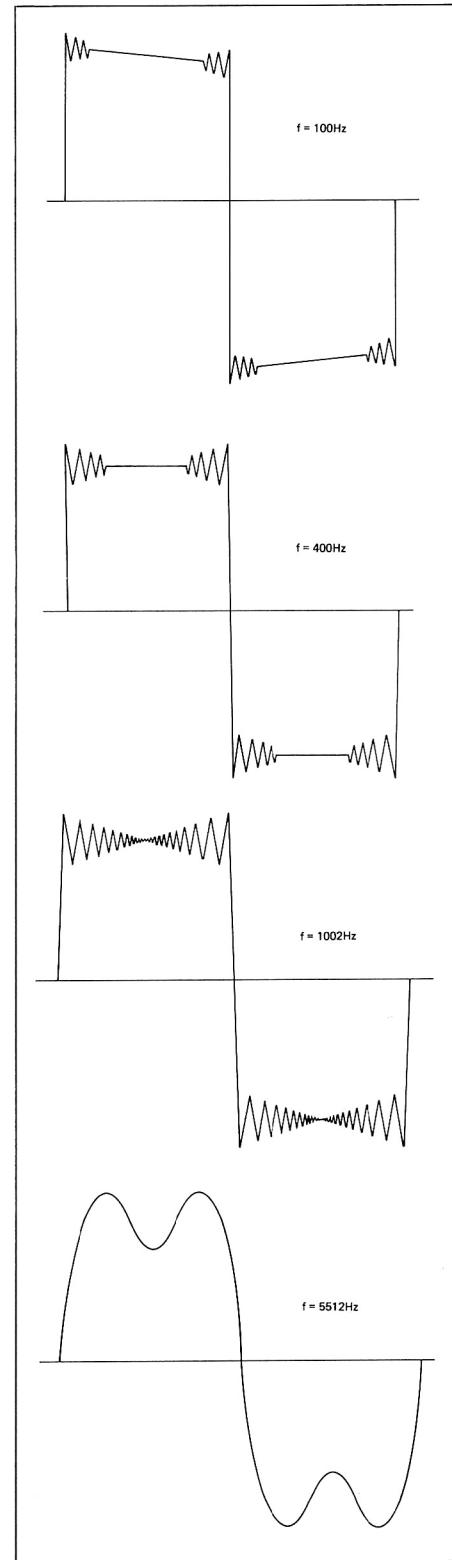

Fig. 4.22
- Track 20 abspielen, und die Rechtecksignale bei 100Hz, 400Hz, 1002Hz und 5512Hz optisch beurteilen. Die Kurvenform muss symmetrisch sein (siehe Fig. 4.22).